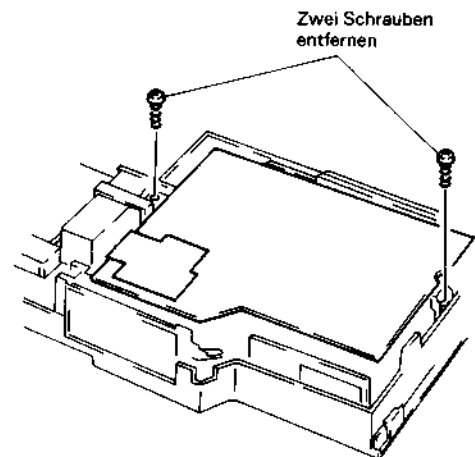

Abb. 2.8 Ausbau des rechten Gehäuses
1. Eine (1) Befestigungsschraube des Einstelldeckels entfernen (siehe Abb. 2.8).
8. Die zwei (2) Befestigungsschrauben des rechten Gehäuses lösen (siehe Abb. 2.8).